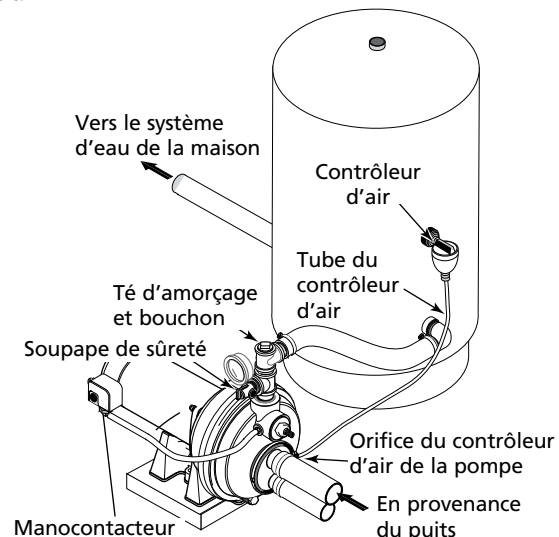

Figure 11 – Branchements sur un réservoir standard
BRANCHEMENT SUR UN RÉSERVOIR STANDARD (Figure 11)
4. Déposer le bouchon fileté de 1/8 de pouce NPT de l'orifice du contrôleur d'air de la pompe (voir la Figure 11). Poser un tube entre l'orifice du contrôleur d'air de la pompe et l'orifice du contrôleur d'air monté sur le réservoir. Pour plus de détails, se reporter aux instructions fournies avec le réservoir et le contrôleur d'air.